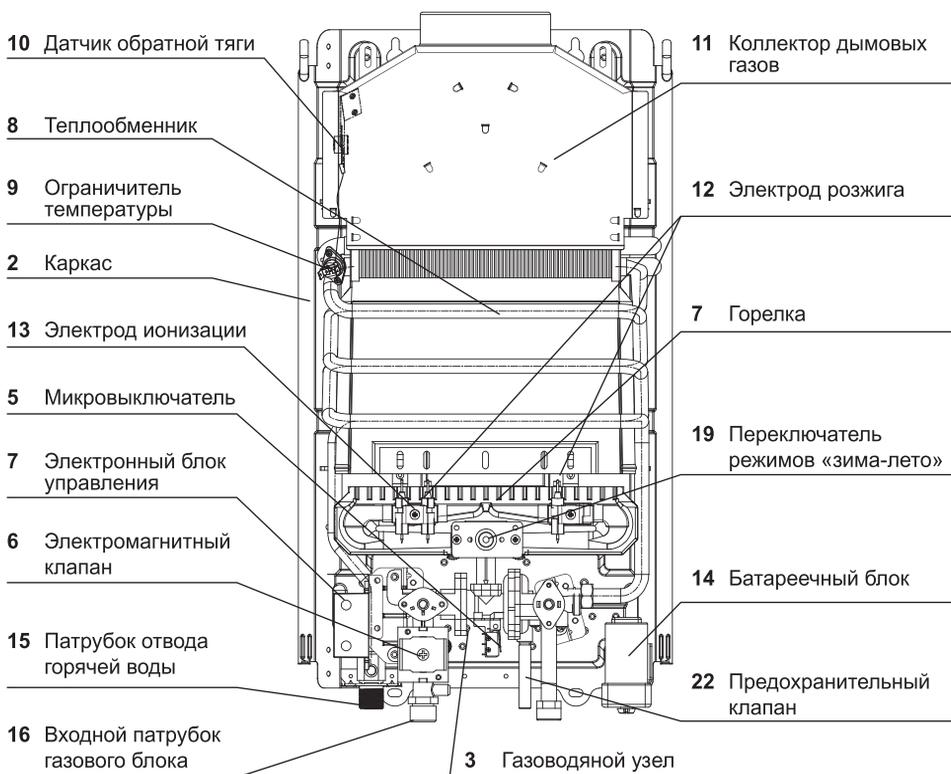

Рис. 1
Составные части изделия, поясняющие принцип устройства аппарата и требующие технического обслуживания во время эксплуатации, показаны на рис. 1.
2.6.1 Газовый проточный водонагреватель настенного типа имеет прямоугольную форму, образуемую съемной облицовкой **1**, установленной на каркасе **2** (см. рис. 1).
Газоводяная арматура 3 (см. рис.1) предназначена для включения аппарата и обеспечения регулирования температуры воды и расхода газа. Узел состоит из двух регуляторов: водяного и газового.
Конструкция регулятора водяного обеспечивает доступ газа к основной горелке только при наличии протока воды, одновременно обеспечивая срабатывание электромагнитного клапана **6** (см. рис. 1).